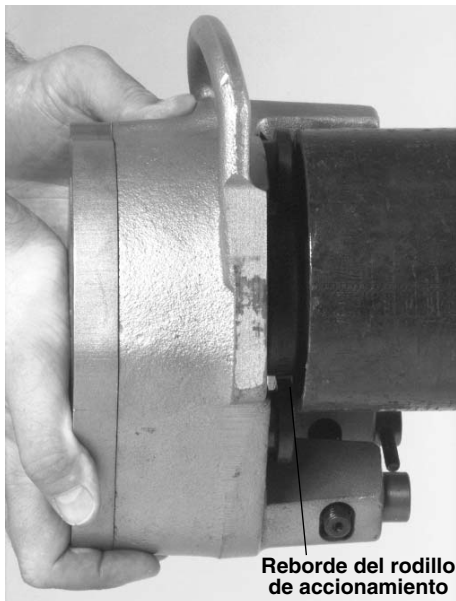

Figura 4 – Tubo en contacto con el reborde del rodillo de accionamiento
- Meta a fondo la Ranuradora 915 en el tubo. El extremo del tubo debe quedar en contacto con el reborde del rodillo de accionamiento (Figura 4).